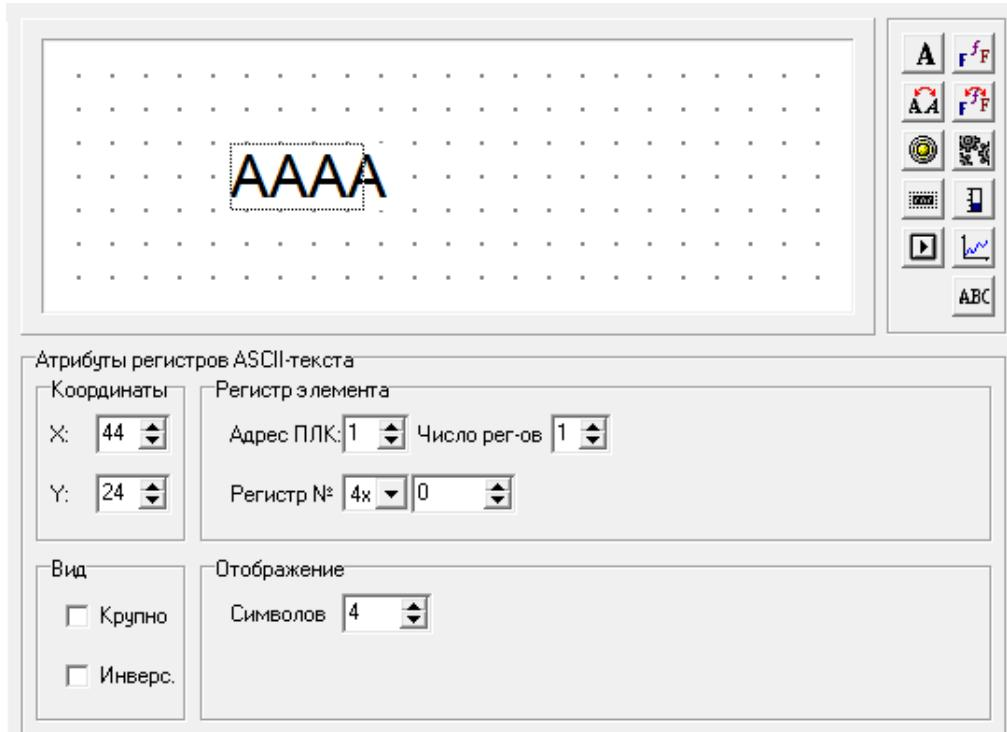

Рисунок 4.19 – Регистры ASCII-текста
- Нажать кнопку ABC. Откроется область задания параметров «линейки» (см. рисунок 4.19).